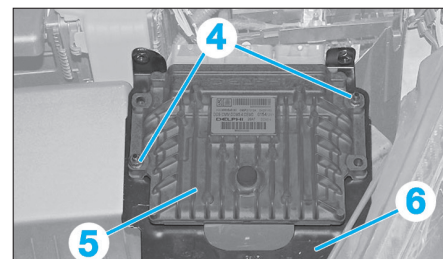

Fig. 31
- Déposer les vis de fixation (4) du calculateur (5) de son support (6) (Fig.31).
- Désolidariser le calculateur (5) de son support (6).